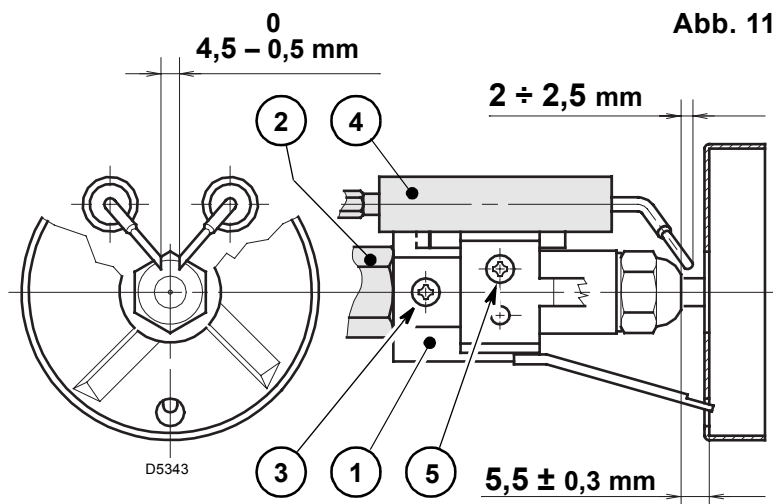

Abb. 11
4.3 REGELUNG DER ELEKTRODEN (siehe Abb. 11)
- Den Brenner an dem Flansch (1) hängen, das Brennerrohr (2) wegnehmen, nachdem man vorher die Schrauben (3) gelockert hat.
- Die Zündkabel (4) von den Elektroden abziehen, den Stauscheibenhalter (5) vom Düsenstock herausnehmen, nachdem die Befestigungsschraube (3, Abb. 11 seite. 7) gelockert wurde .
- Die Düse (6) richtig anschrauben, wie in der Abbildung dargestellt.